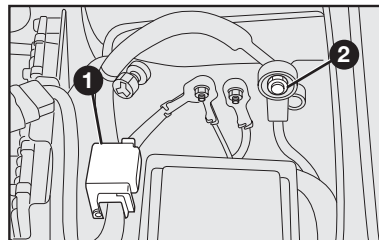

fig. 9
3. Remova a tampa protetora do pino positivo (+) **1-fig. 9** da bateria. Para remover a tampa, pressione a aba de trava e puxe a tampa para cima.
6. Desconecte o cabo de conexão negativo (-) do borne negativo (-) remoto **2-fig. 9** do veículo com a bateria descarregada.